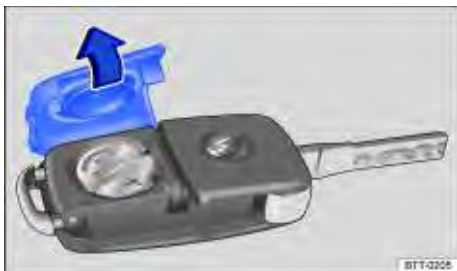

Fig. 25 Chave do veículo com comando remoto: abrir a tampa do alojamento da bateria.
A bateria encontra-se no lado posterior da chave do veículo com comando remoto, sob uma cobertura ⇒ Fig. 25.
- Retirar a cobertura no lado posterior da chave ⇒ Fig. 25 no sentido da seta ⇒ .
- Posicionar a cobertura conforme indicado ⇒ Fig. 25 e pressionar no sentido contrário ao da seta sobre a carcaça da chave do veículo até encaixar.